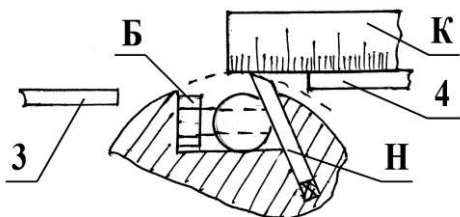

Рис. 5
- Выставить ножи (Н) строгального вала при помощи линейки-кондуктора (К) по передней кромке заднего стола (4) и надежно зажать их болтами (Б) (Рис.5).
4.2. Строгание, строгание под углом. (Рис. 5, 6)